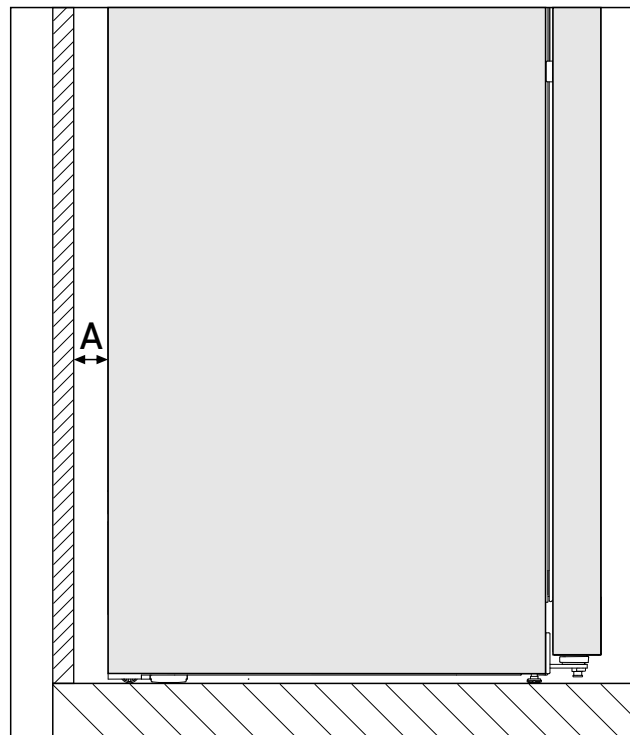

Fig. 2 *
Der Energieverbrauch wurde mit einem Wandabstand Fig. 2 (A) zwischen Geräterückseite und Wand ermittelt. Wenn der Wandabstand weniger als Fig. 2 (A) beträgt, hat dies keinen Einfluss auf die Funktionsfähigkeit des Geräts, allerdings erhöht sich bei geringerem Wandabstand der Energieverbrauch geringfügig.*